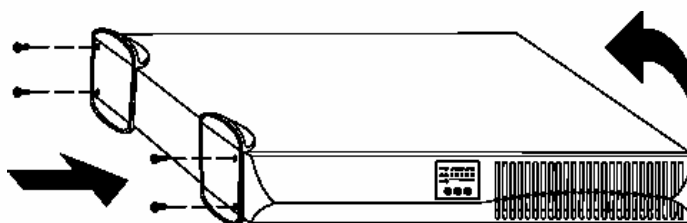

Рисунок 6. Установка подставок ИБП
2. Оденьте и расположите подставки таким образом, чтобы вес ИБП распределялся равномерно (см. рис. 6). Закрепите подставки винтами из поставляемого дополнительного набора.